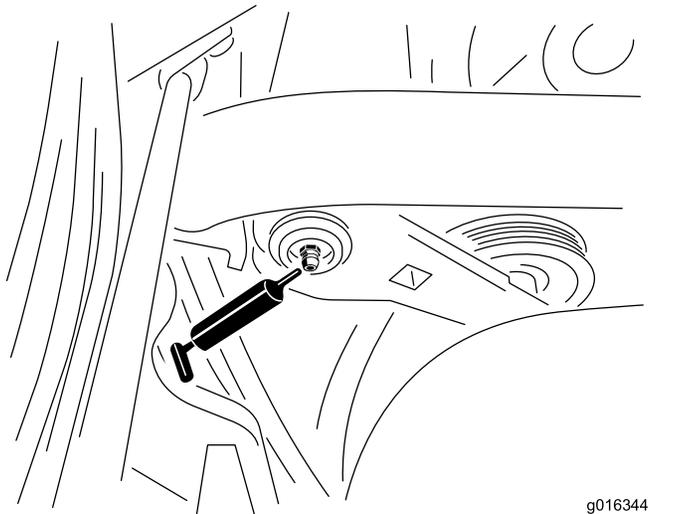

图43
1. 擦干净黄油嘴、这样就不会有杂质进入轴承或轴套中图43。